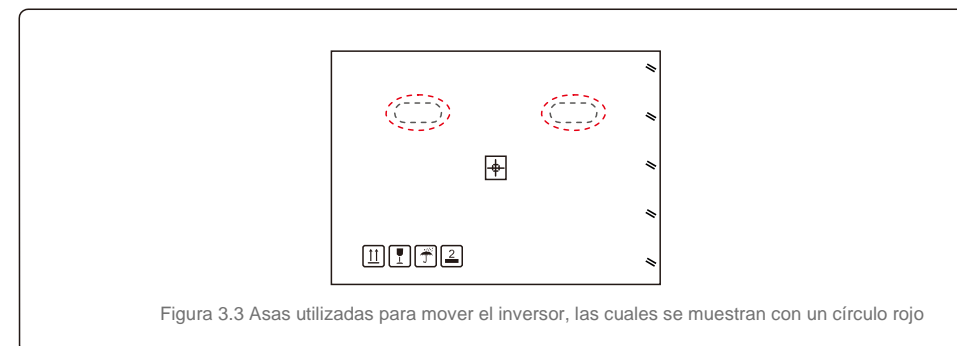

Figura 3.3 Asas utilizadas para mover el inversor, las cuales se muestran con un círculo rojo
1. Los círculos rojos de abajo indican recortes en el paquete del producto. Empuje los recortes para formar asas con el fin de mover el inversor (consulte la figura 3.3).